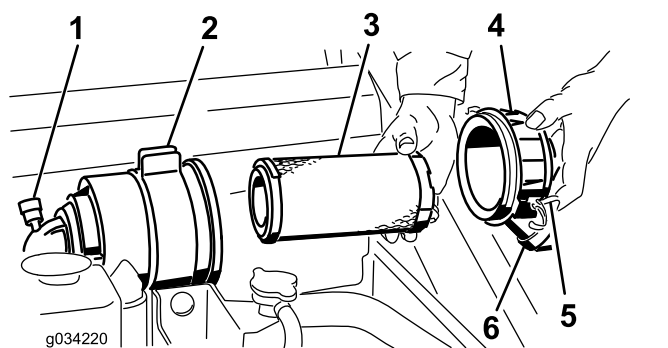

Рисунок 36
Внимание: Обслуживание фильтра воздухоочистителя следует производить только тогда, когда индикатор необходимости обслуживания станет красным (Рисунок 36). Замена воздушного фильтра без необходимости увеличивает вероятность попадания грязи в двигатель при извлечении фильтра.
4. Освободите защелки воздухоочистителя и отделите крышку от корпуса воздухоочистителя (Рисунок 36).
- Осторожно извлеките фильтр грубой очистки из корпуса воздухоочистителя (Рисунок 36). Старайтесь не ударить фильтр о боковую поверхность корпуса.
- Осторожно вставьте фильтр предварительной очистки в корпус фильтра (Рисунок 36). Плотно
- Установите крышку воздухоочистителя таким образом, чтобы сторона, обозначенная как UP (ВВЕРХ), была обращена вверх, и закройте защелки (Рисунок 36).